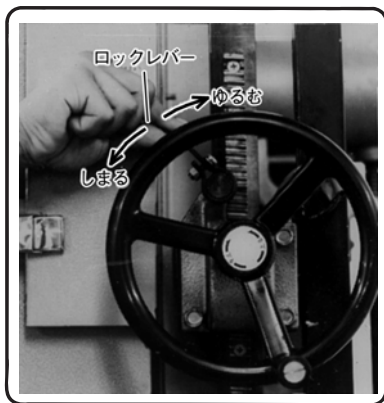

図 23
- 上側セリは、ロックレバーで確実にセリシャフトを固定してから調整してください。(図23)